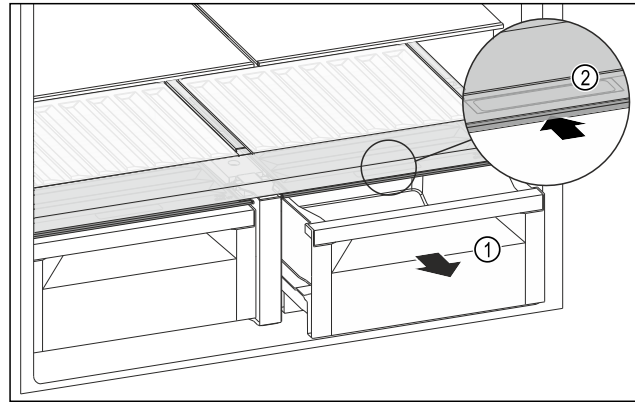

Fig. 136
- ▶ Schubfach Fig. 136 (1) herausziehen.
- ▶ Griffmulde Fig. 136 (2) am Fachdeckel anfassen und Fachdeckel gleichzeitig nach hinten schieben.